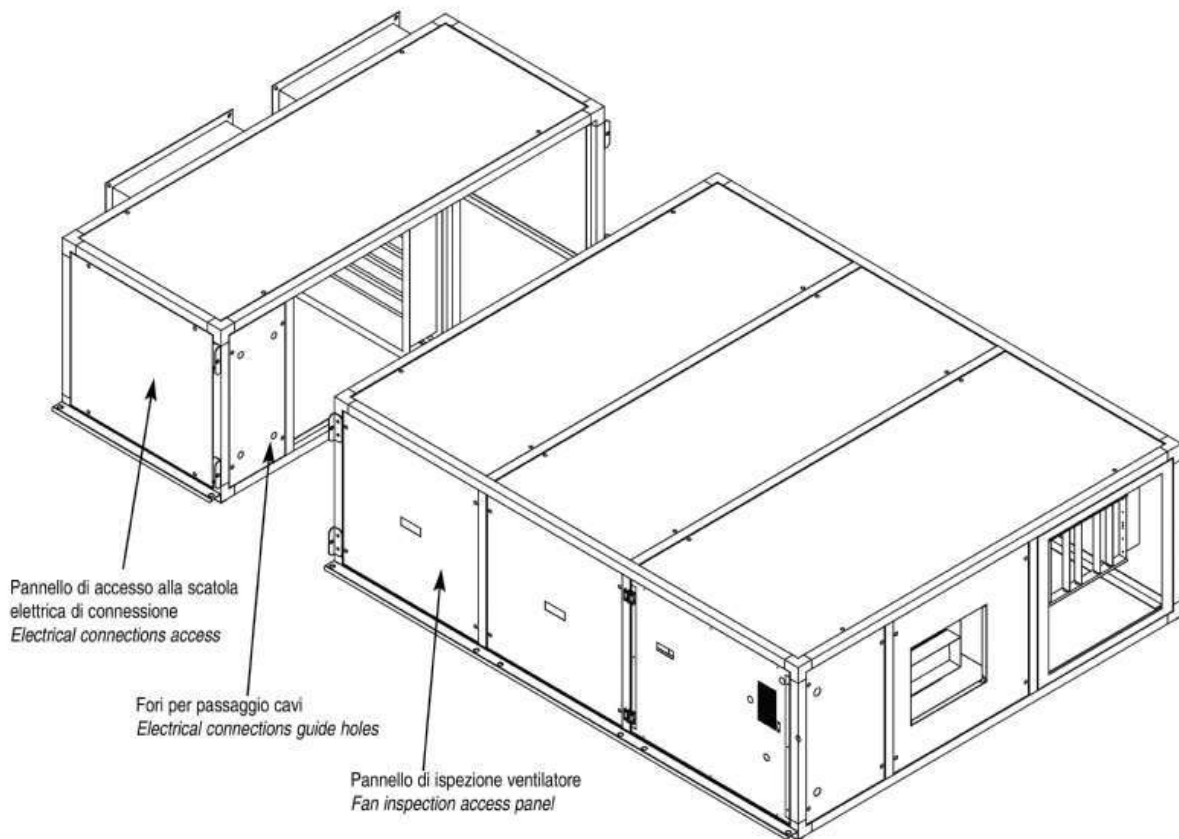

fig. 5
- Aprire il pannello laterale di accesso alla scatola elettrica della RMS e aprire il pannello ispezione ventilatore dell'unità. Passare i cavi di alimentazione dei servocomandi, predisposti di lunghezza adeguata sul lato dell'unità principale, tramite i fori appositi (fig. 5).
- Remove the electrical connection panel of the RMS and the fan inspection access panel. Pass the actuator cables, arranged on the unit side, through the holes: (fig. 5).